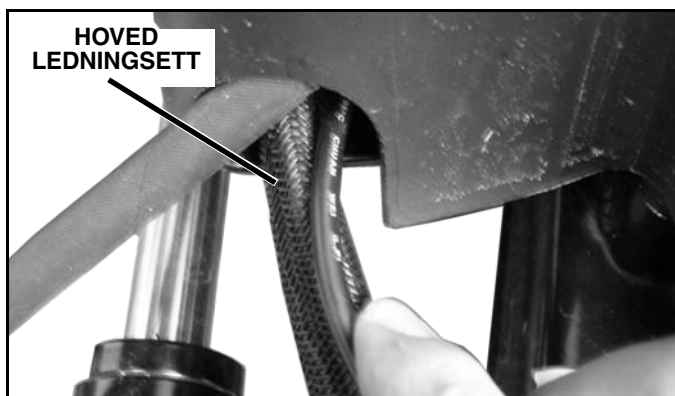

Figur 1-8
3. Fest mottakeren ved å skru (2) 5/16" selvborende skruer gjennom hullene i braketten og inn i trakten.
4. Skyv mottakeren inn i braketten med 6-pluggs innkretsprogrammeringspluggen plassert på bunnen. Fest mottakeren med (1) 1/4" x 6" sekskantskrue og (1) 1/4" låsemutter. (Se Figur 1-8).
5. Sett sprederens spinnermotorklemme og vibrator-klemme (alternativt) inn i de korresponderende pluggene på mottakeren. (Se Figur 1-8).